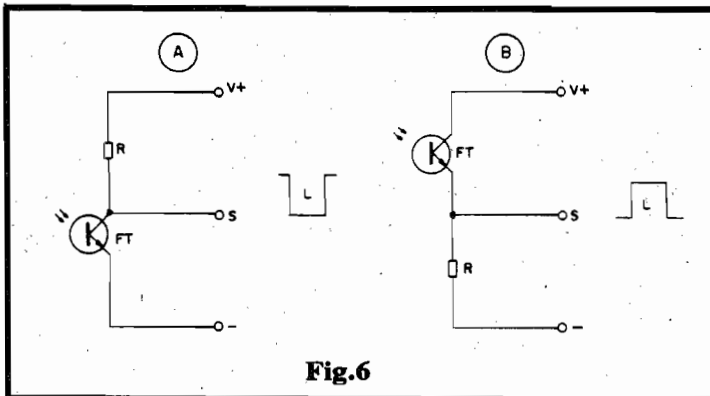

Fig. 6
- FIG. 6 - "RECOLHENDO" OS SINAIS DE UM FOTO-TRANSISTOR - Assim como os
LDRs, os FOTO-TRANSISTORES são, inerentemente, dispositivos de baixa Potência, normalmente incapazes de manejar, diretamente, "watts" ou coisa assim (normalmente podem trabalhar na casa de algumas centenas de miliwatts, no máximo...). Dessa forma, o aproveitamento prático dos seus sinais de sensoramento, exige alguns "truques" circuitais simples, sendo os mais comuns os mostrados na figura: 6-A traz um arranjo com o FOTO-TRANSISTOR dotado de um resistor de carga (R) em **coletor**, enquanto que 6-B mostra uma estrutura com o resistor de carga (R) em **emissor**. Observem que - como FOTO-TRANSISTORES são componentes **polarizados** - existe sempre uma maneira "certa" de se ligar seus terminais às linhas de alimentação... Nos casos/exemplos, como o foto-sensor é do tipo NPN, sempre seu **coletor** deve estar "positivado" com relação ao **emissor** (com um LDR - não polarizado - tanto faz ligar "daqui pra lá" ou "de lá pra cá"...). No primeiro exemplo (6-A), o **coletor** do componente (ponto de Saida S) mostrará uma nítida "queda" de Tensão, com o foto-transistor na presença de LUZ forte... Já no segundo exemplo (6-B), o ponto S de Saida, correspondente agora ao **emissor** do componente, mostrará uma sensível "elevação" da Tensão, na presença de LUZ forte... Normalmente as gamas de variação da Tensão de Saida, nos arranjos com foto-transistor, são diferentes das obtidas com LDRs (mesmo em estruturas eletricamente parecidas, como as correspondentes em 6-A e 6-B com 2-A e 2-B...). Além disso, o conjunto